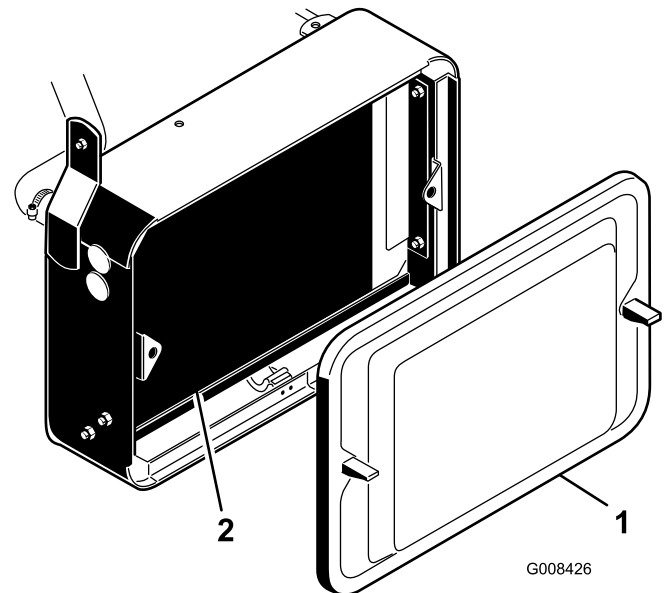

Figura 45
1. Retire la rejilla del radiador (Figura 45).